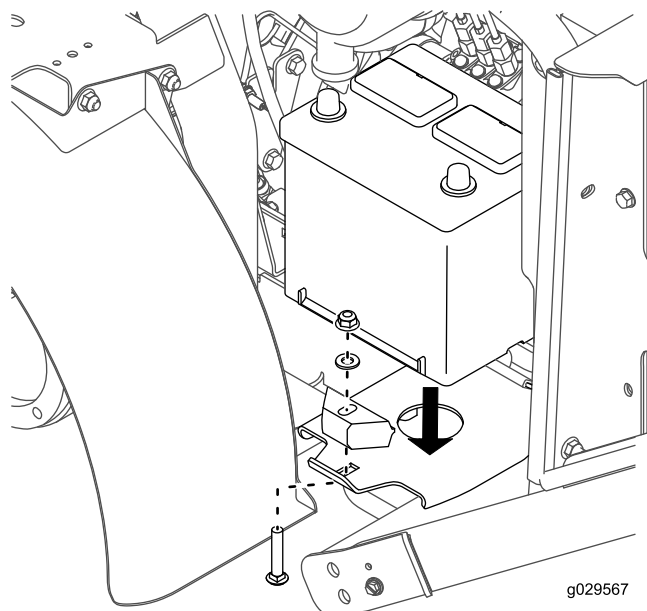

Figura 10
8. Monte provisionalmente la batería en la bandeja de la batería con el perno de cuello cuadrado, la pletina de sujeción, la arandela y la tuerca que retiró anteriormente (Figura 10).